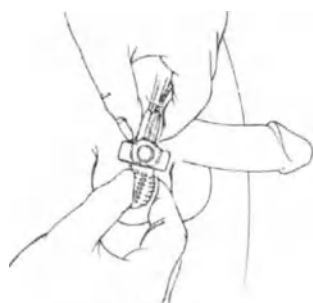

Рисунок 3
3. Необходимо сначала резко и сильно сжать грушу помпы, а затем разжать ее для активации помпы (рисунок 3).